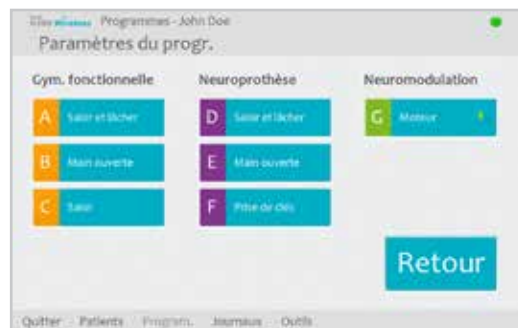

Figure 8-17 : Fenêtre Paramètres du programme
1. Dans le menu Programmes, appuyez sur Paramètres de programme pour ouvrir la fenêtre Paramètres de programme. Reportez-vous à la Figure 8-17.